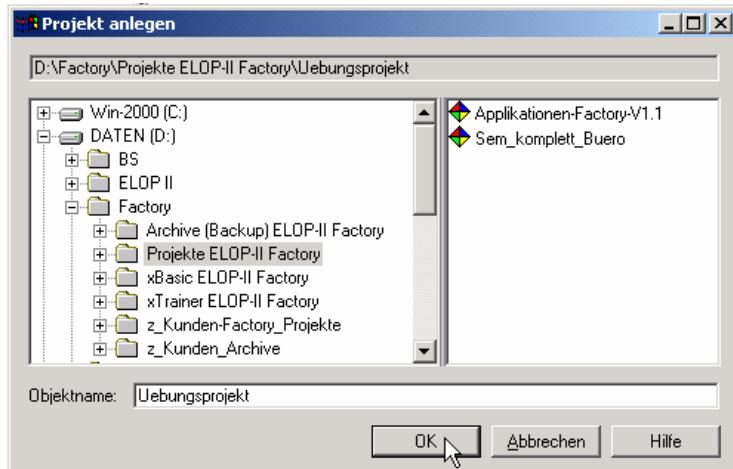

Abb. 44: Projekt anlegen
- Wählen Sie aus dem Verzeichnisbaum (Abb. 44, links) das Verzeichnis aus, in dem das neue Projekt angelegt werden soll. Tragen Sie im Feld „Objektname“ den Namen für das neue Projekt ein und klicken Sie auf **OK**.